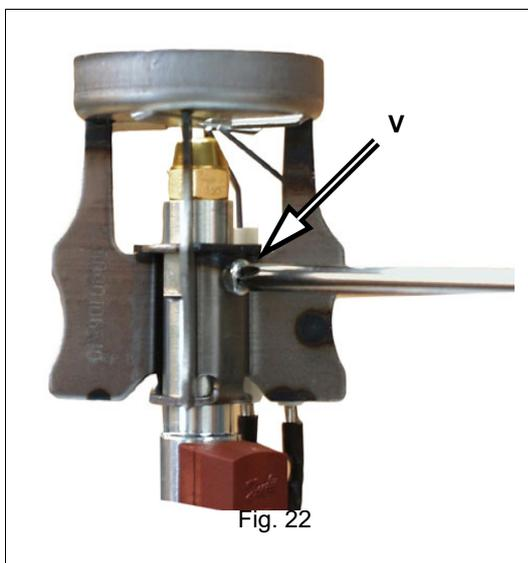
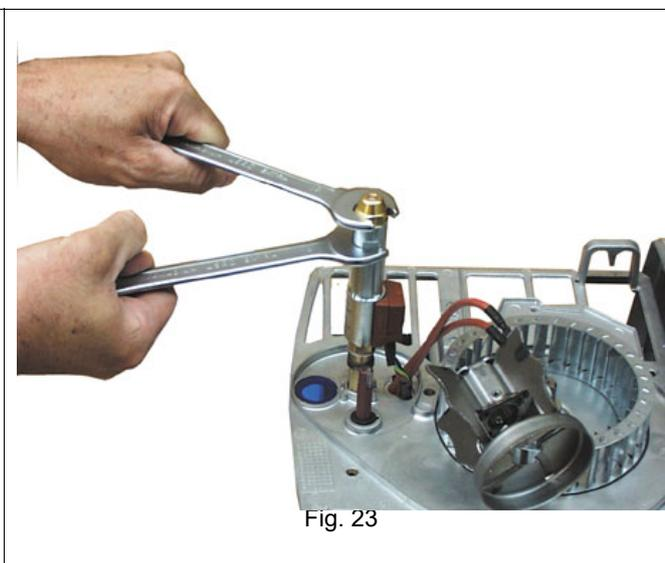

Fig. 22
Fig. 23
- 1 Enganchar la placa en uno de los modos indicados en las Fig. 22 y Fig. 23 para facilitar las operaciones de mantenimiento.
- 7 Destornillar el tornillo V que fija la cabeza de combustión y remover la cabeza del portaboquilla (Fig. 22 - Fig. 25).
**⚠** Volver a montar la cabeza de combustión respetando la cuota A relevada anteriormente, recordando de fijar el tornillo V (Fig. 22).
**⚠ ATENCIÓN:** los electrodos (E en Fig. 23) se deben posicionar al lado de la cabeza de combustión.
**⚠ NOTA:** Cuando se vuelve a montar la placa de componentes, prestar atención que el perno del registro entre en la sede específica B (véase Fig. 23).